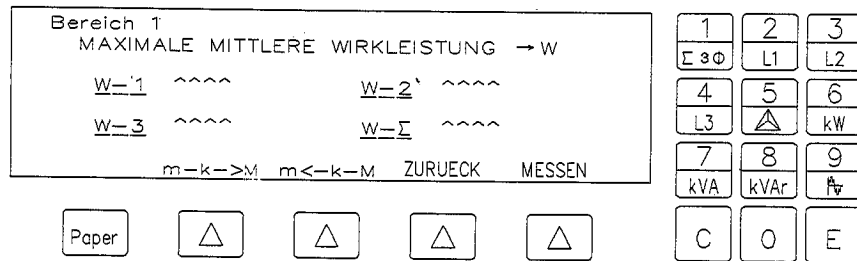

Abb. 3.37
- Wenn beispielsweise wiederum [1] gedrückt wird, dann wird die mittlere Wirkleistung für den Alarm ausgewählt. Es kann zwischen der Drehstromleistung und der Leistung einer jeden Phase gewählt werden (s. Abb. 3.37).